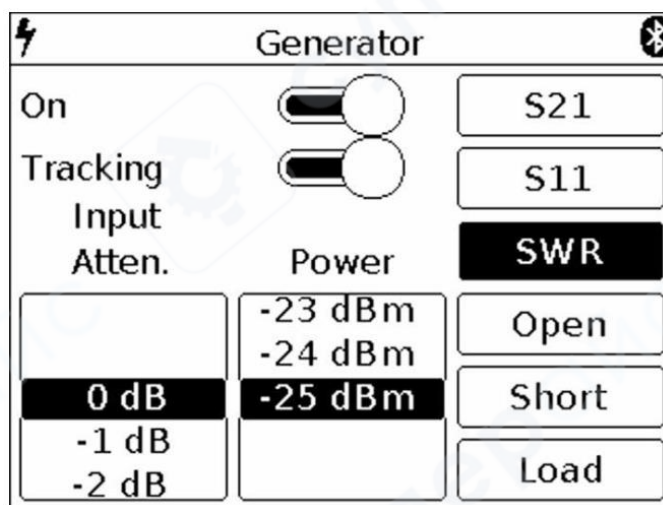

Рисунок 19 – Включение режима KCB (SWR)
1. Для измерения коэффициента стоячей волны необходимо выбрать режим [SWR] (Рисунок 19). Коэффициент стоячей волны измеряется в режиме SWR. График будет отображаться с вертикальной осью в виде числового значения коэффициента стоячей волны. По горизонтальной оси отображается заданный частотный диапазон сигнала.